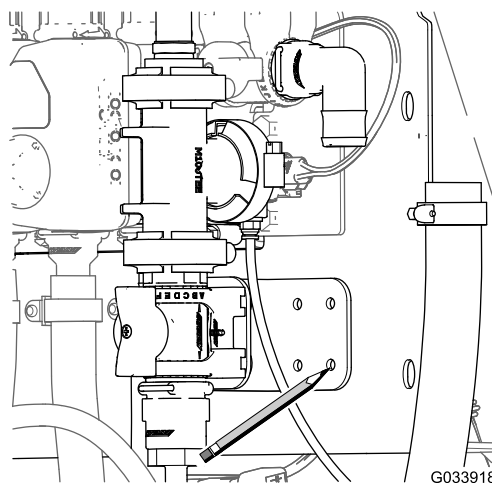

Figure 16
- En vous servant de la patte de fixation de la vanne de commande comme gabarit, repérez l'emplacement des trous de la patte à la surface du support du collecteur (Figure 16).